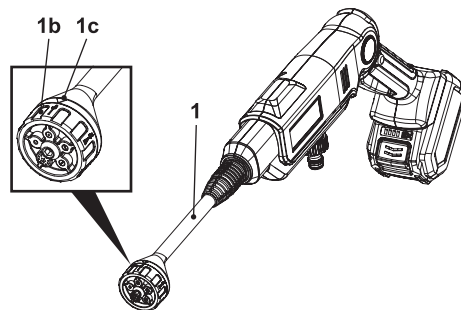

Fig. 3
1. Sujete la lanza 5 en 1 (1) y gire la boquilla (1b) para establecer el ajuste deseado. La flecha (1c) de la boquilla debe señalar la aplicación seleccionada indicada mediante símbolos en la boquilla (Fig. 3).